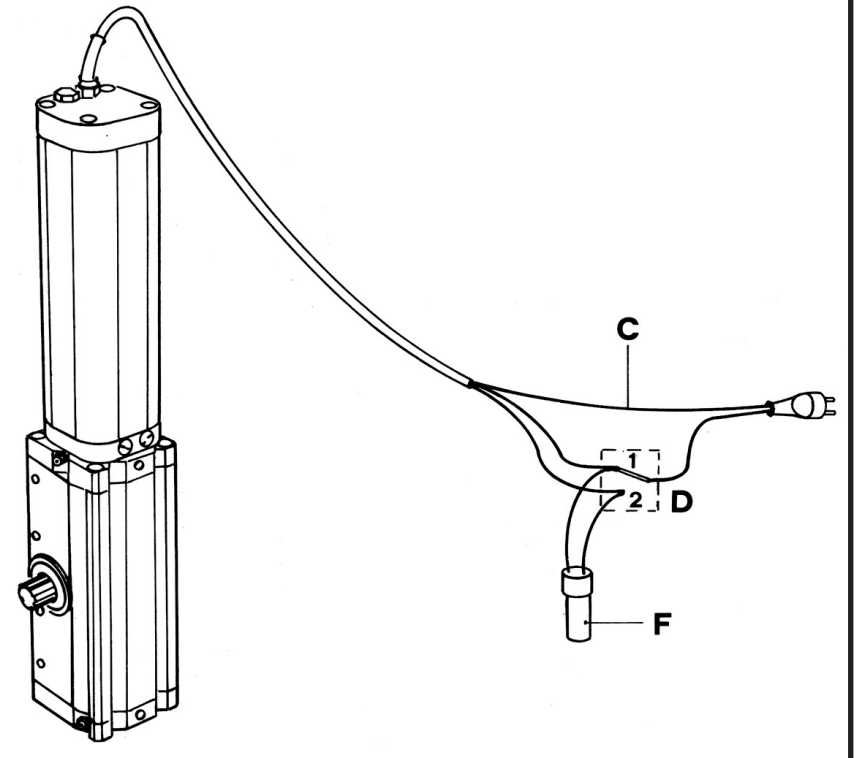

Fig. 14
**2) PARTI DELL'AUTOMAZIONE (FIG14)**
**2) PARTIES DE L'AUTOMATISATION (FIG14)**
**2) PARTS OF THE AUTOMATION (FIG. 14)**
**2) PARTES DE LA AUTOMATIZACIÓN (FIG14)**
**2) BAUTEILE DER AUTOMATISIERUNG (FIG. 14)**